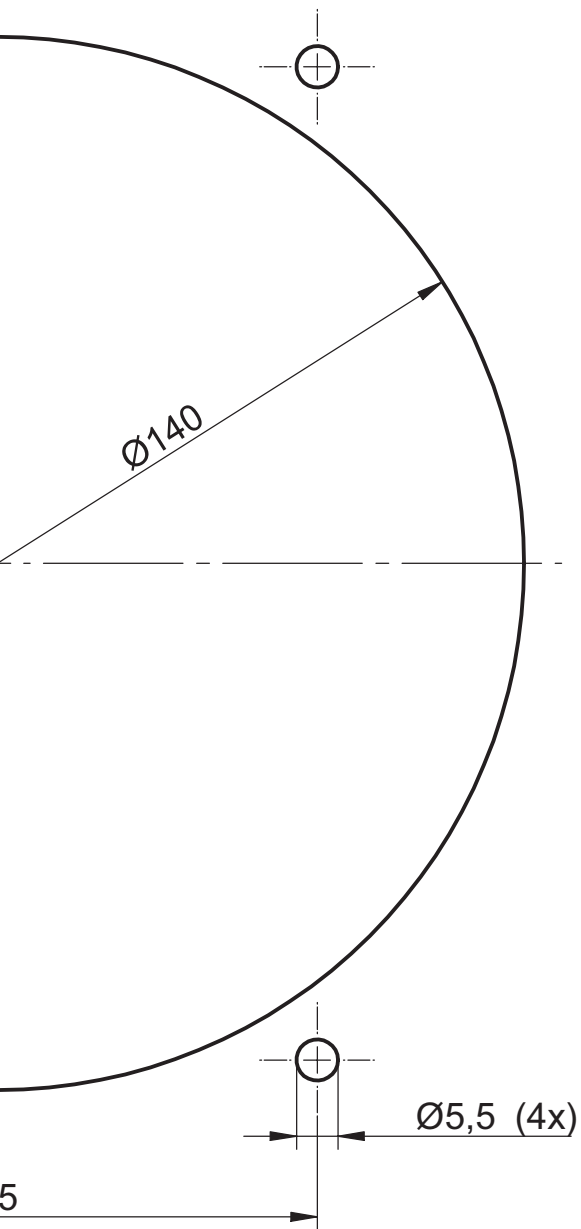

Fig. 3
- Schneiden Sie eine runde Öffnung mit einem Durchmesser von 140 mm (5½") für die Pumpe und bohren Sie 4 Bohrungen zur Befestigung der Schrauben. Verwenden Sie das beigefügte Bohrmuster. Siehe Abb. 3.
- Découpez un trou circulaire de dia. 140 mm (5½") pour la pompe et percez 4 trous pour les vis de fixation. Utilisez le chablon annexé pour les trous. Voir la fig. 3.